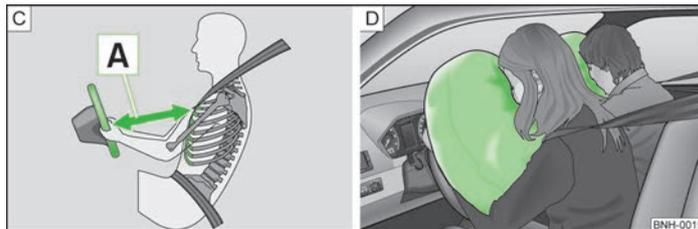

Fig. 100 Distancia de seguridad con respecto al volante/Airbags rellenos de gas
Al activarse, los airbags se llenan de gas propelente y se despliegan delante del conductor y el acompañante » fig. 100 - [B]. Al sumergirse la cabeza y el tórax en el airbag completamente inflado, se amortigua el movimiento hacia delante del conductor y del acompañante, y se reduce así el riesgo de lesiones en esas partes del cuerpo.
- Es importante que el conductor y el acompañante mantengan una distancia mínima de 25 cm con respecto al volante o al cuadro de interruptores **A** » fig. 100. Si no respeta la distancia mínima, el sistema de airbag no podrá protegerle - ¡Peligro de muerte! Además, los asientos delanteros y los reposacabezas siempre deben estar correctamente ajustados a la estatura del ocupante.